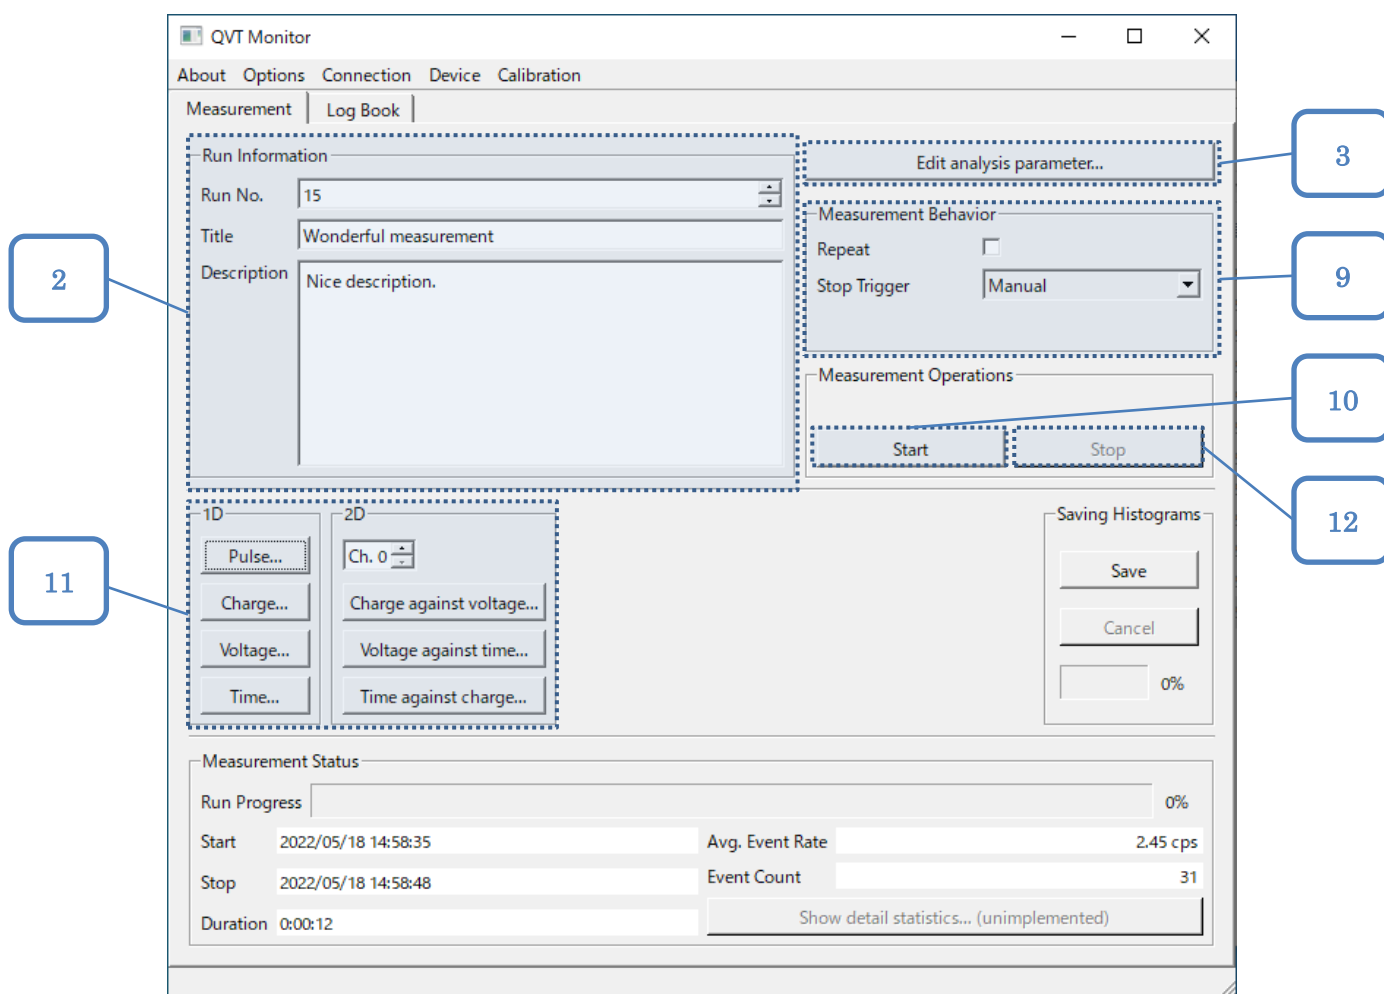

図 6-8. [Measurement] タブ
- ① [QVT Monitor]ウィンドウの[Measurement]タブを表示します。図 6-8 の番号は、以下の手順の番号に対応しています。